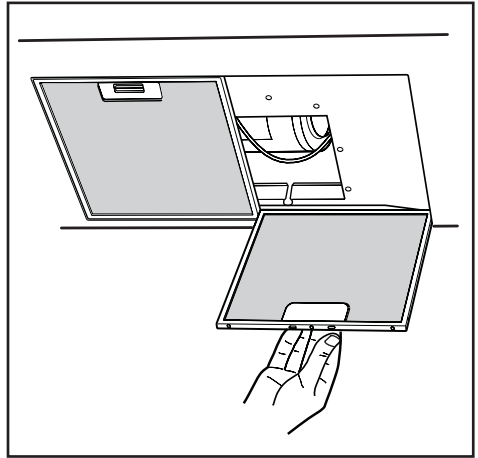

Fig.7
• Минимальная дистанция между опорной нагревающейся плоскостью и нижней частью кухонного дымохода должна быть не менее 65 см. Если применяется соединительная труба из двух и более частей, то верхняя часть должна располагаться снаружи нижней части. Не соединять выброс из вытяжки с каналом циркуляции горячего воздуха из двух и более частей, используемых для отвода дыма от устройств, запитываемых иной энергией кроме электрической. Перед тем как приступить к сборке устройства, для облегчения его монтажа отсоедините фильтр/жироулавливающий фильтр (рис.7).